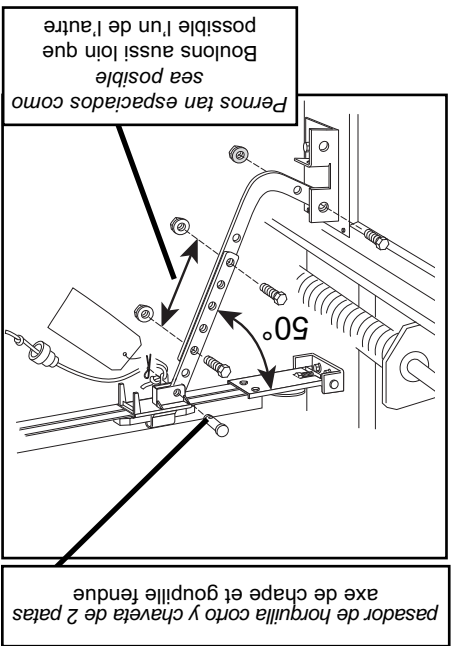

FIG. 2-9
• Sujete la derivación corta del brazo curvo de la puerta al soporte de la puerta con el perno y la tuerca de cierre (Fig. 2-9).
• Sujete el brazo recto al corredizo usando el pasador de horquilla y pasador de 2 patas (Fig. 2-9).
• Con los brazos dispuestos en esta posición, sujete los brazos juntos usando pernos y tuercas tan espaciados como sea posible (Fig. 2-9).
• Fixez la partie courte du bras de porte incurvé au support de porte à l'aide d'un boulon et d'un écrou de blocage (Fig. 2-9).
• Fixer le bras droit au chariot à l'aide de l'axe de chape et de la goupille fendue (Fig. 2-9).
• Placer les boulons disposés ainsi, resserrer les bras ensemble à l'aide des boulons et des écrous aussi loin que possible l'un de l'autre (Fig. 2-9).